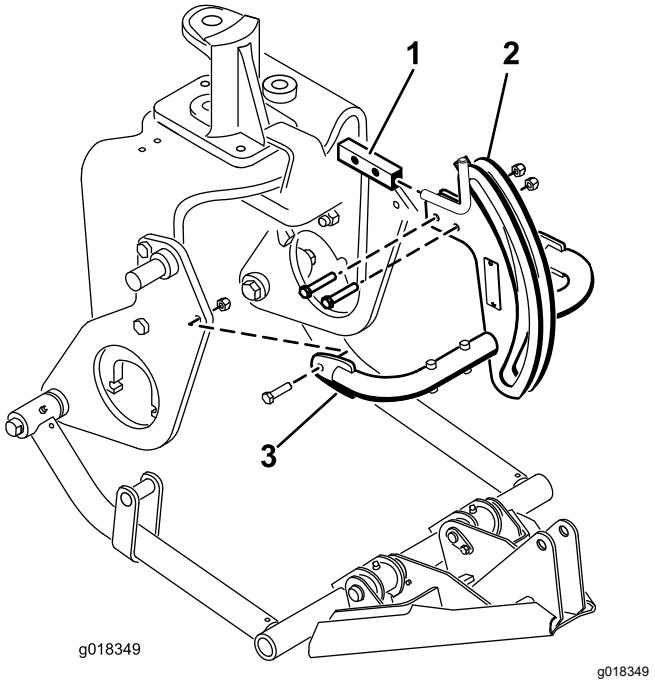

図 14
6. ボルト (3/8 x 2") 2本とナットを使って、ヒッチフレームの上部をヒッチフレームブラケットに取り付ける(図 14)。
7. ボルト (3/8 x 1-1/2") とナットを使って、ヒッチフレームチューブをブラウプレートに取り付け、留め具を締める(図 14)。